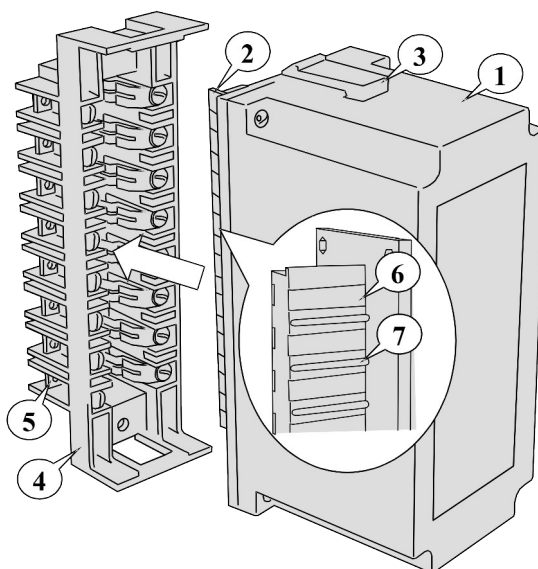

Рисунок 36
8.3.1 Преобразователи имеют унифицированные пластмассовые корпуса штепсельного типа. (рисунок 36).